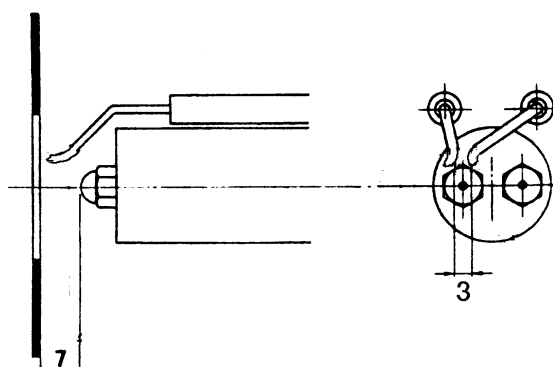

Рис. 16
- Демонтаж, проверка и чистка головки сгорания (см Рис. 15а), при последующей сборке тщательно придерживаясь размеров, приведенных на Рис. 16;
- Проверка запальных электродов и соответствующих керамических изоляторов; чистка, возможная регулировка и - при необходимости - замена (см. Рис. 16);
Для обеспечения нормального зажигания следует соблюдать размеры (в мм), указанные на Рис. 16. Перед монтажом головки убедиться в том, что блокировочный винт электродной группы зафиксирован.
- ◆ Неправильно расположены электроды зажигания (см. Рис. 16)